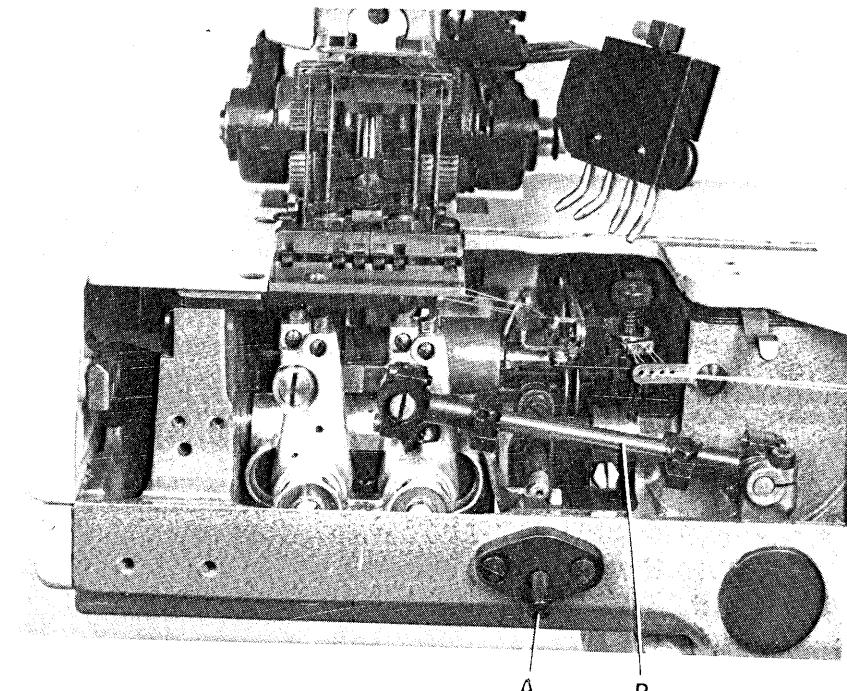

Fig. 40
- 1) Portare gli aghi al punto morto superiore (vedere fig. 40)
- 4) Mentre si mantiene premuto il pulsante (A) a fondo corsa, agire sull'asta B della biella comando crochets, spingendola verso l'operatrice. Questa manovra
- 1) Bring the needles to the top dead center position (see fig. 40)